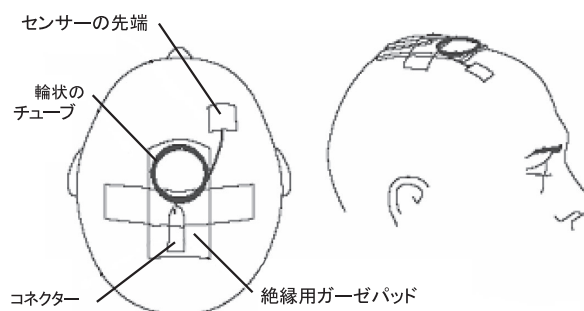

図 7 MRI 検査時のマイクロセンサーの配置
重要：マイクロセンサーのコネクターは MR 画像に多くのアーチファクトや歪みが生じる。MRI 検査中は、図 7 のようにマイクロセンサーを固定すること。本ガイドラインに従わなかった場合は、患者に重篤な傷害を引き起こす可能性がある。本品のスカル・ボルトには、ステンレス鋼が含まれているため、ボルト近くの MR 画像に多くのアーチファクトや歪みが生じる。金属器具の有無に応じて、MRI パラメーターを調整すること。
- e. センサー先端の発熱の可能性を最小限に抑えるために、図 7 のようにマイクロセンサーのチューブ部分をインプラントされているセンサー先端から約 8cm 残し、残りのチューブを直径約 5cm の 5~6 個の輪にして、コネクターの近くに巻くこと。マイクロセンサーを直線的に配置して、MRI 検査を実施しないこと。